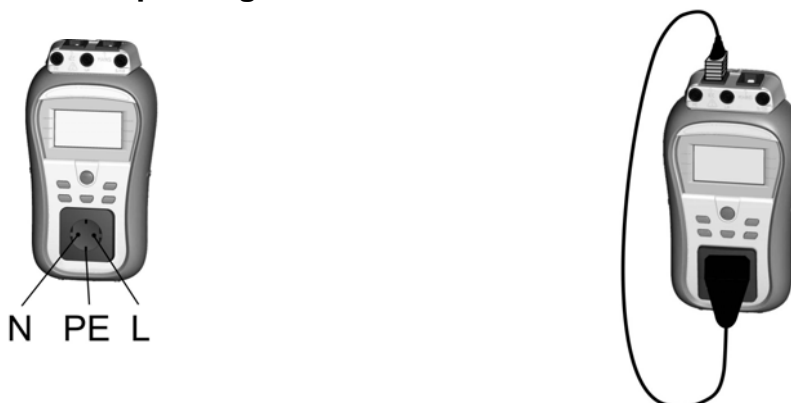

Abbildung 5.25: Polaritätsprüfung für IEC-Kabel
- › Das IEC-Kabel an das Instrument anschließen, wie in **Abbildung 5.25** beschrieben.